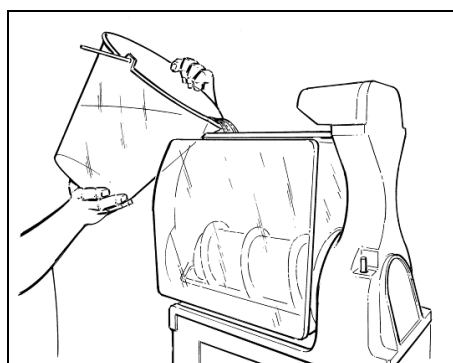

Fig. 19
- Vierta el producto obtenido en la cubeta respetando el límite máximo marcado en la cubeta (véase fig.19).